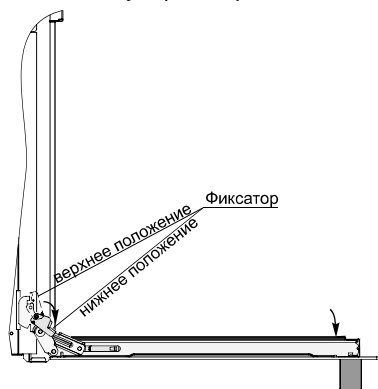

рис. 13
Для этого нужно (см. рис. 13, 14, 15):
2. Повернуть фиксатор шарнира в крайнее нижнее положение см. рис. 13;